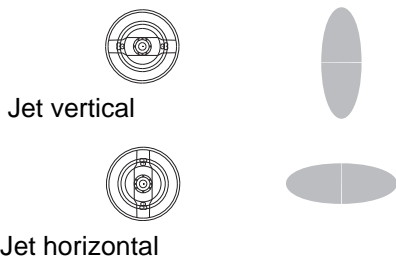

Fig. 18 . Positions du capuchon d'air
4. Desserrez la bague de fixation du capuchon d'air et faites tourner le capuchon pour obtenir un jet pulvérisé vertical ou horizontal. Consultez la FIGURE 18. Vissez la bague de fixation jusqu'à ce que le capuchon d'air soit fermement serré ; le papillon du capuchon d'air ne doit pas pouvoir être tourné à la main.